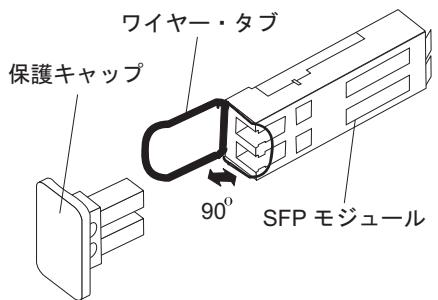

図 29. SFP モジュール・ラッチのアンロック - ワイヤー・タブの場合
- ワイヤー・タブが入っている SFP モジュールの場合は、60 ページの図 29 に示すように、ワイヤー・ラッチを外側に 90° 引いて SFP モジュールのラッチをアンロックします。